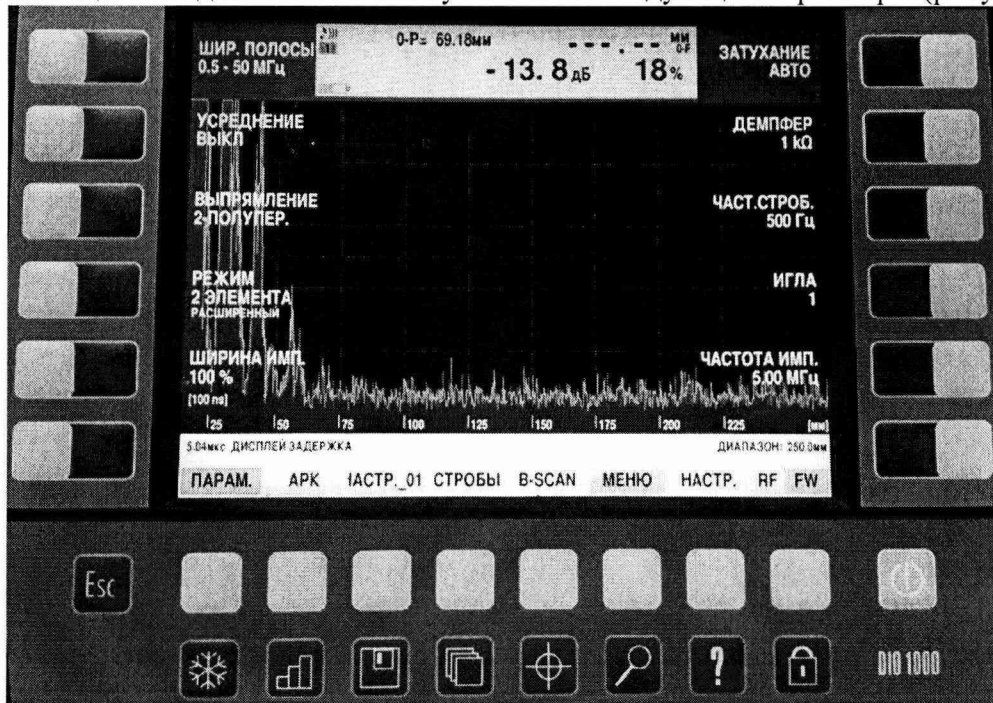

Рисунок 10.
7.3.4.2. После включения дефектоскопа, нажать желтую кнопку под надписью «ПАРАМ»: при зеленом цвете надписи «ПАРАМ» установить следующие параметры (рисунок 10):